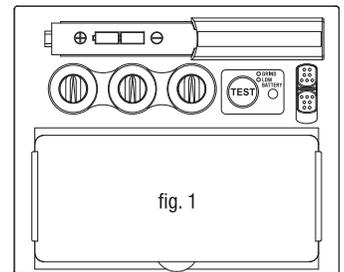
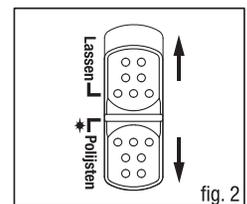

fig. 1
fig. 2
Plaats de batterijen op de juiste wijze in de helm, zie de markeringen voor 'plus' en 'min' op de batterijhouder (zie fig. 1).
Houd 'TEST' ingedrukt om een voorbeeld te zien van de lichtinval voordat u begint met lassen (zie fig. 1). Bij het loslaten zal het venster automatisch terugkeren naar de lichte staat (lichtinval 3,5). Druk op 'TEST' als het venster niet donker wordt, vervang dan de batterijen en probeer het opnieuw.
Dit ADF-patroon wordt gevoed door een zonnecel en 2 AAA-alkalinebatterijen. Wanneer de indicator op de lens rood begint te worden (zie fig. 1), moeten de batterijen worden vervangen.
**Lasmodus** - Gebruikt voor de meeste lastoepassingen. In deze modus wordt de filterfunctie ingeschakeld als er een lasboog wordt gedetecteerd. Selecteer het niveau van lichtinval, de vertragingstijd en de gevoeligheidsgraad naar wens (zie fig.2).
**Polijstmodus** - Gebruikt voor het polijsten van metalen. De lichtinvalfunctie wordt uitgeschakeld. De lichtinval is vastgezet op DIN 3,5, wat goed zicht biedt op het polijsten van een las terwijl de helm het gezicht beschermt (zie fig. 2). In deze situatie zou de indicator groen worden en elke 3 seconden knipperen (zie fig. 1).